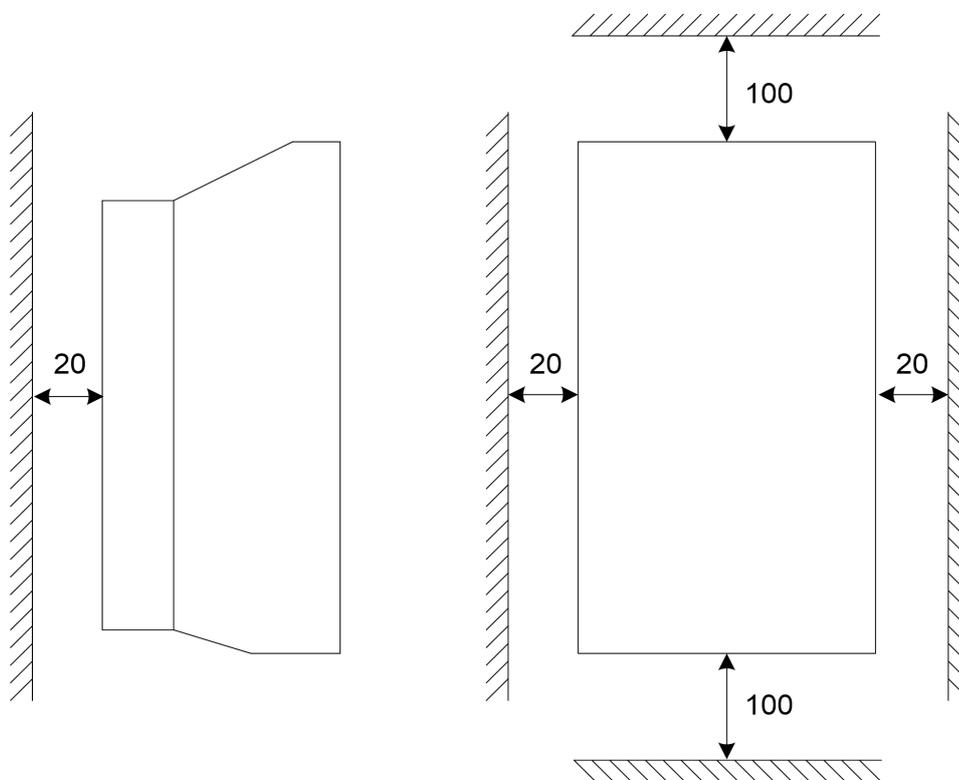

图3-3 最小安装空间示意
- (1) 请安装在室内通风良好、无阳光直射的场所，一般应采用垂直安装方式；
- (2) 为保证良好的通风散热，一定要将控制器安装在垂直方向，并且留有足够空间，最小空间如图3-3所示。